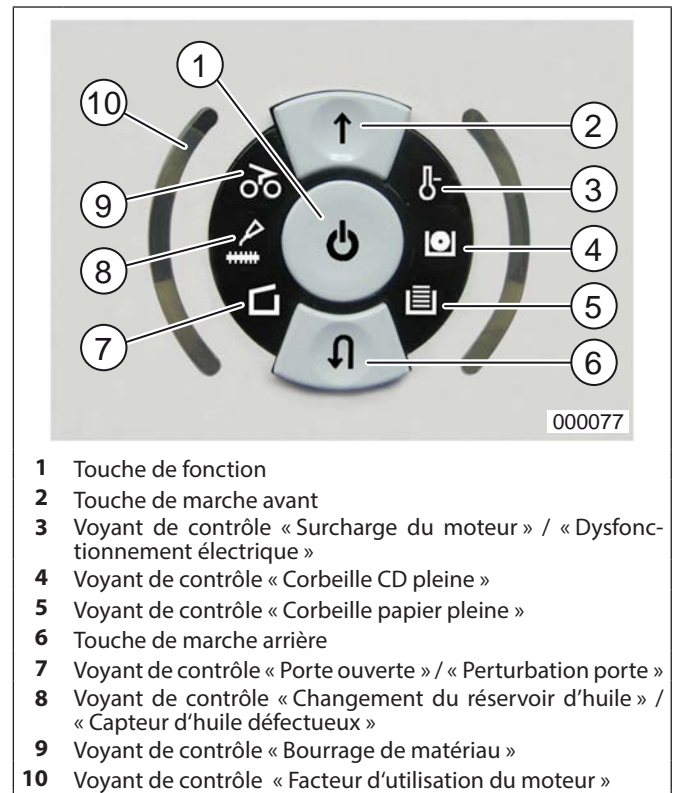

fig. 3 Elements de commande „i-control“
① = Touche de fonction (fig. 3/1)
② = Touche de marche avant (fig. 3/2)
③ = **Voyant de contrôle (fig. 3/3) « Surcharge du moteur » / « Dysfonctionnement électrique »**
④ = **Voyant de contrôle (fig. 3/4) « Corbeille CD pleine »**
⑤ = **Voyant de contrôle (fig. 3/5) « Corbeille papier pleine »**
⑥ = **Touche de marche arrière (fig. 3/6)**
⑦ = **Voyant de contrôle (fig. 3/7)**
⑧ = **Voyant de contrôle (fig. 3/8)**
Le voyant de contrôle clignote quand le réservoir d'huile est vide et doit être remplacé par un réservoir plein. Le moteur est éteint. Le remplacement du réservoir d'huile doit être acquitté avec la touche marche arrière (fig. 3/6) (voir « *Changement du réservoir d'huile* », p. 25).
⑨ = **Voyant de contrôle (fig. 3/9)**
⑩ = **Voyant de contrôle (fig. 3/10) « Facteur d'utilisation du moteur »**
Actionner brièvement la touche de fonction (fig. 3/1).
Simultanément, le voyant LED intégré  de la touche marche avant (fig. 3/2) s'allume.
Pour le broyage de films transparents, il convient de commuter la machine manuellement sur la marche avant (maintenir la touche marche avant (fig. 3/2) enfoncée).
Il est possible d'interrompre à tout moment le processus de broyage en actionnant brièvement la touche de fonction (fig. 3/1) ou la touche marche arrière (fig. 3/6). Pour poursuivre, appuyer sur la touche marche avant (fig. 3/2).